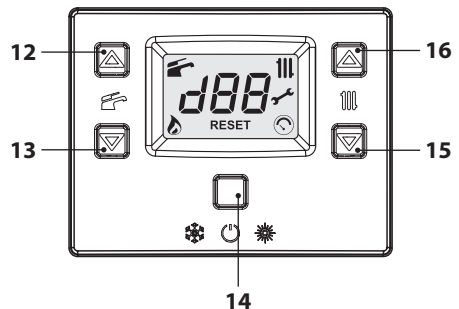
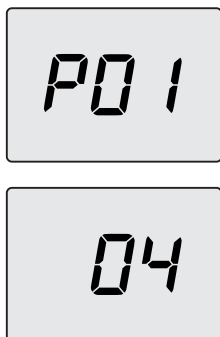

Figura 5.24
Figura 5.25
- Entrare in "modalità programmazione" premendo contemporaneamente per 10 secondi i tasti 14 - 15 - 16 (Figura 5.24) fino a far apparire sul display LCD le lettere P01 che si alternano con il valore del parametro, indicanti l'entrata nel "parametro 01" (Figura 5.25).
- Premendo il tasto 14 (Figura 5.24) si ottiene la conferma del valore inserito.
- Premendo il tasto 15 o 16 (Figura 5.24) si esce senza modificare il valore.
- Premendo contemporaneamente per 10 secondi i tasti 14 - 15 - 16 (Figura 5.24) si esce dalla "modalità programmazione".
- Entrare in "modalità programmazione" premendo contemporaneamente per 10 secondi i tasti 14 - 15 - 16 (Figura 5.24) fino a far apparire sul display LCD le lettere **P01** che si alternano con il valore del parametro, indicanti l'entrata nel "parametro 01" (Figura 5.26).